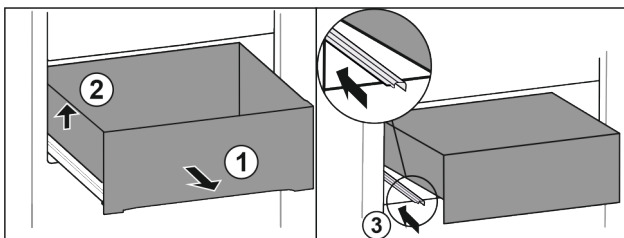

Fig. 82
- ▶ Tirer le tiroir jusqu'en butée. Fig. 82 (1)
- ▶ Soulever le tiroir sur la gauche. Fig. 82 (2)
- ▶ Rentrer le rail de gauche. Fig. 82 (3)